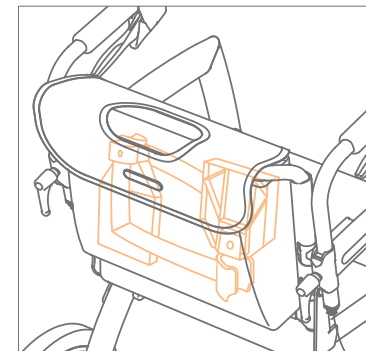

Figura 48: Almacenamiento de los reposapiés
- a. Quita los reposapiés. Deje que se deslicen hacia arriba hasta que salgan de los soportes de los pies. Guárdelos en la bolsa del paquete de la silla de ruedas, reflejados en relación con cada uno de ellos (**Figura 48**).